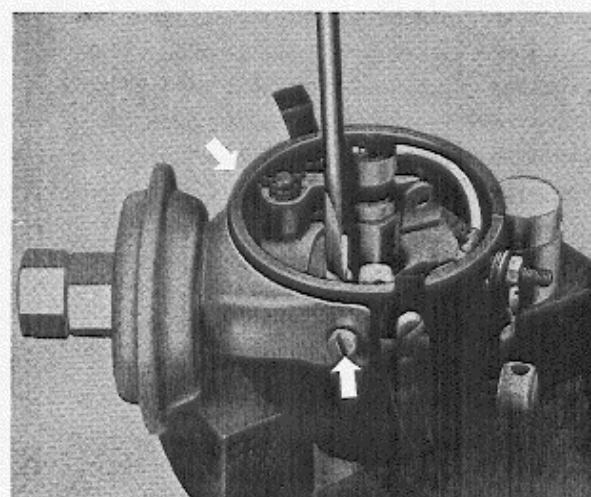

Abb. 68 Unterdrucksversteller ausbauen
2. Ist ein Unterdrucksversteller vorhanden, so sind die Schrauben lt. Abb. 68 zu lösen.